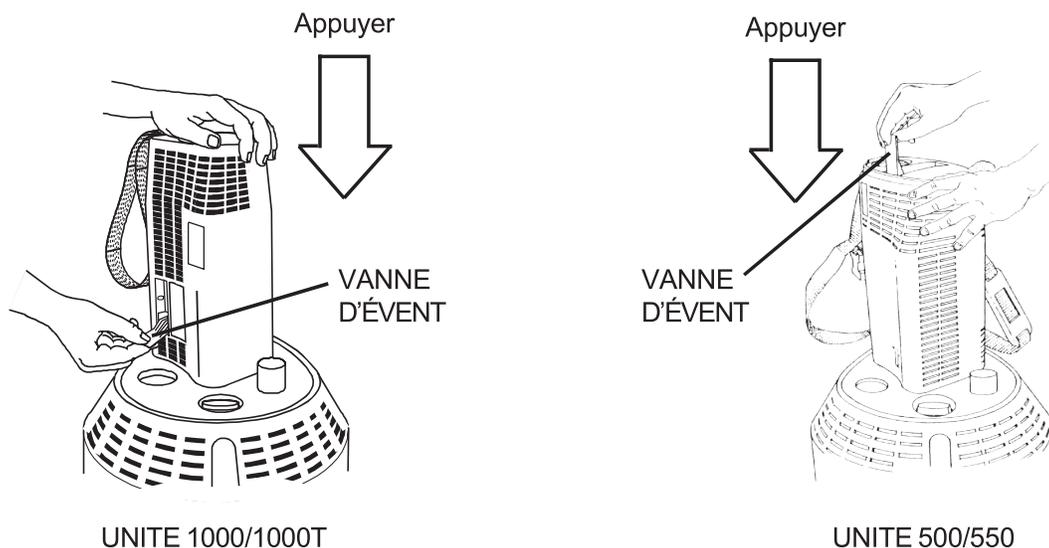

Figure 11
6. Tout en maintenant l'unité portable en position de remplissage, soulever le levier de la vanne d'évent en position d'ouverture (90° par rapport à la position normale d'arrêt). Cela provoque un sifflement relativement fort (Figure 11).